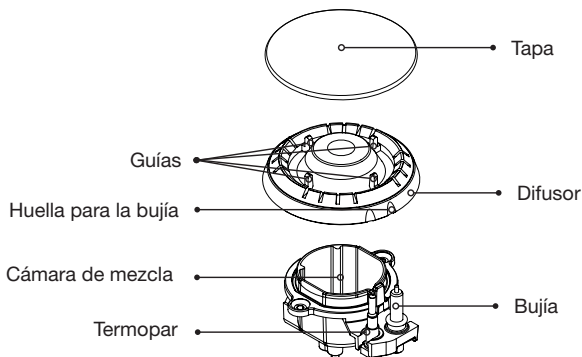

Fig. 24
Antes de iniciar el funcionamiento de los quemadores en el primer uso y cada vez que haga limpieza, verifique que la tapa esté centrada sobre el difusor ver fig. 24 a la 26 de la pag 25
cuenta la identificación de los siguientes componentes (fig. 24):
1. Identifique los componentes del quemador tal como se muestra en la fig 24 a 26 (pag 25).